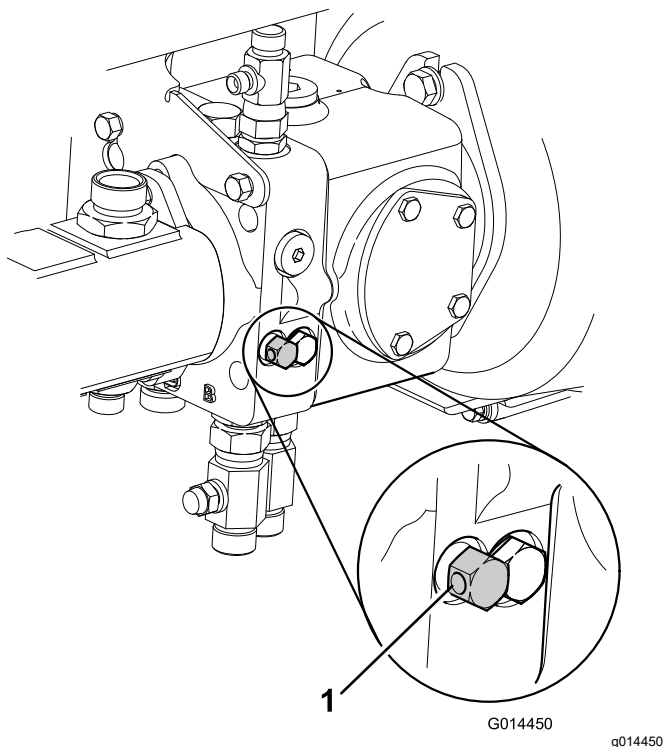

Figura 46
1. Disattivate il sistema frenante idraulico di servizio girando la valvola di bypass (posta sotto la pompa della trasmissione) in senso antiorario (Figura 46), per un massimo di 3 giri.